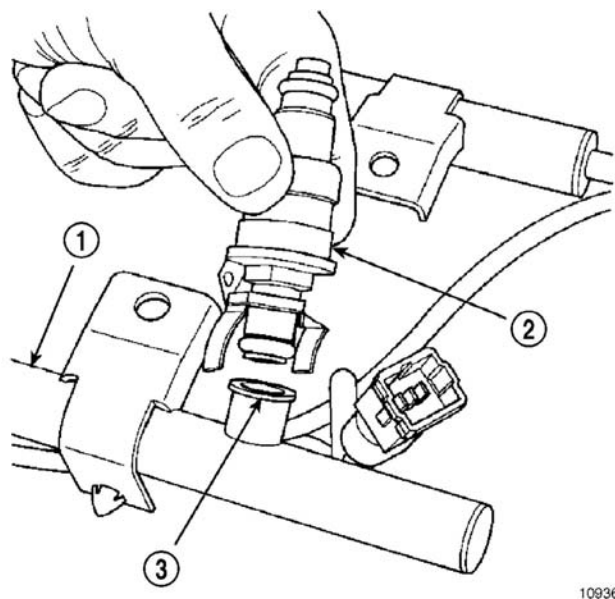

图 12 典型的燃油喷嘴及导轨
- (1) 断开喷嘴的喷嘴电线接头。
- (2) 把燃油导轨组件放在适当位置，使燃油喷嘴可以容易接近 (图 12)。
- (3) 转动喷嘴，然后从燃油导轨拉出喷嘴。夹子会保留在喷嘴。
- （4）把燃油导轨组件放在适当位置，使燃油喷嘴可以容易接近（图 12）。